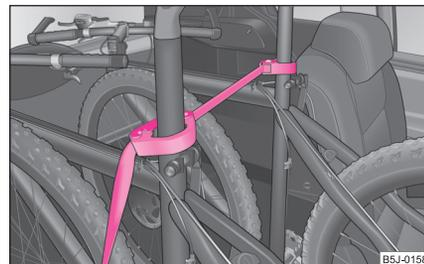

Abb. 69 Absicherung der Fahrräder mit Schellen
- Setzen Sie die Schelle mit dem Gummiteil nach vorn (in Fahrtrichtung) möglichst weit unten an die Sattelstange und schließen Sie die Schelle ⇒ Abb. 69. ▶
- Beim Transport von zwei Fahrrädern spannen Sie das Band ⇒ Abb. 69 zwischen den Sattelstangen.